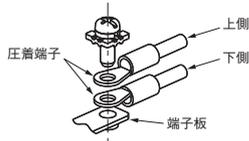

図2
- (注11) 各端子とも圧着端子を2個接続できます。(図2をご参照ください。)